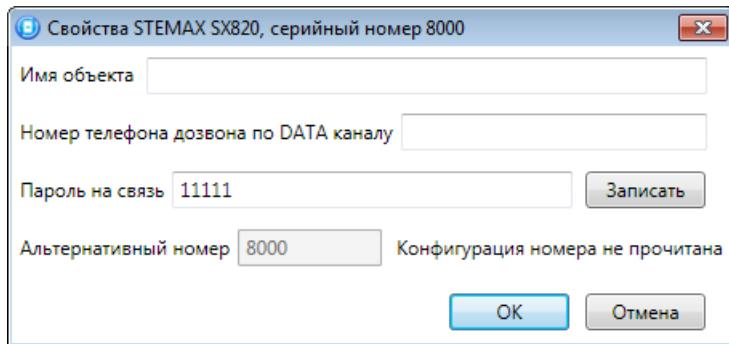

Рис. 4.12. Свойства контроллера
**Шаг 2:** в дереве устройств щелкните правой кнопкой мыши по строке конфигурации СПИ контроллера. В появившемся меню выберите *Свойства*, в результате чего откроется окно *Свойства* (Рис. 4.12). Задайте в нем описанные ниже параметры и нажмите кнопку *OK*.